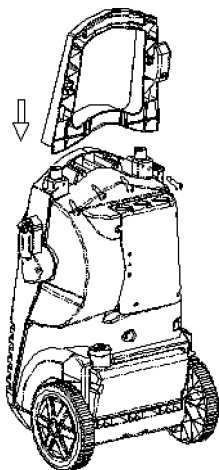

Fig 1.
2. Montera handtaget (2): Tryck ner det uppifrån och fixera det med de bifogade skruvarna (se Fig. 1).